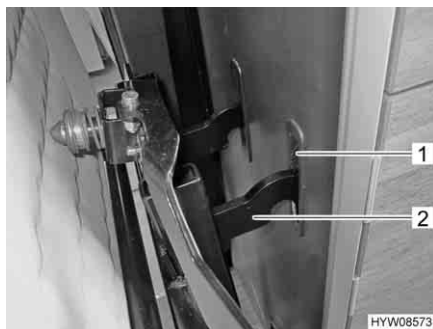

Fig. 8 Rimozione del telaio del sedile
- Sollevare appena il telaio del sedile (Fig. 8,2) e sfilarlo dai supporti tirandolo in avanti (Fig. 8,1).